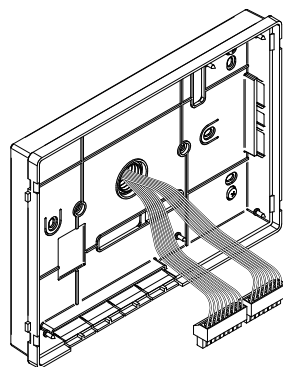
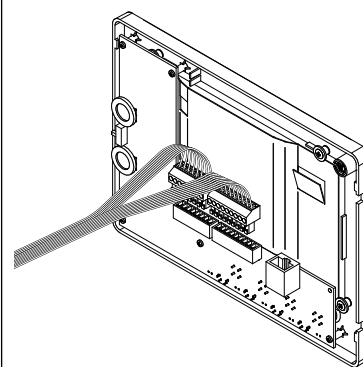

Fig. 5
Fig. 6
5. Comme illustré sur la **Fig. 5**, effectuer le raccordement des conducteurs aux borniers mobiles selon le schéma fourni. Connecter les borniers à l'électronique ancrée au couvercle de l'interphone vidéo comme illustré sur la **Fig. 6** et procéder au test de l'installation avant de fermer l'interphone vidéo : les trimmers de réglage du contraste et de saturation de l'image sont accessibles uniquement avec l'interphone vidéo ouvert. Pour activer l'écran et voir les changements, utiliser la fonction « Allumage automatique » en appuyant sur le bouton .